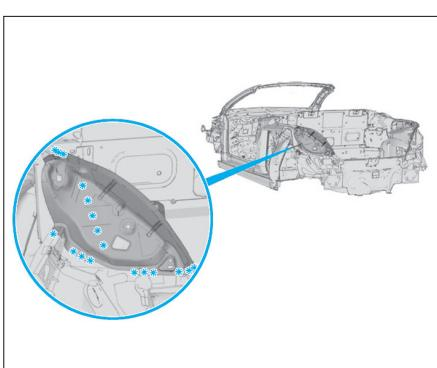

FIG. 91
- Dépointer comme illustré la tôle de feu AR (Fig.91).